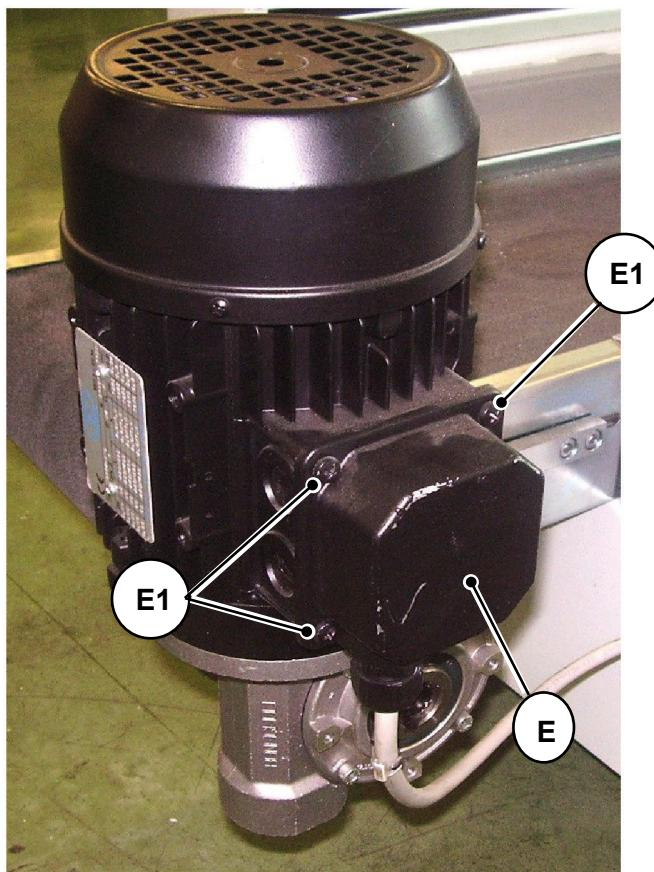

Fig. 09-21
- Abrir o cárter “E” do motor, atuando nos 4 parafusos de fixação “E1”, de forma a poder desconectar o cabo do motor (Fig. 09-21).